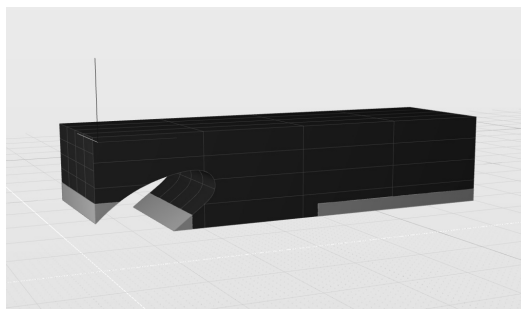

图 9-6 修剪实体
2) 使用“修剪”工具,利用视图中的两个矩形对开瓶器实体进行修剪,并设置“修剪类型”参数为“保留二者”。修剪结果如图 9-6 所示,以颜色区分。随后将两个矩形曲线隐藏。